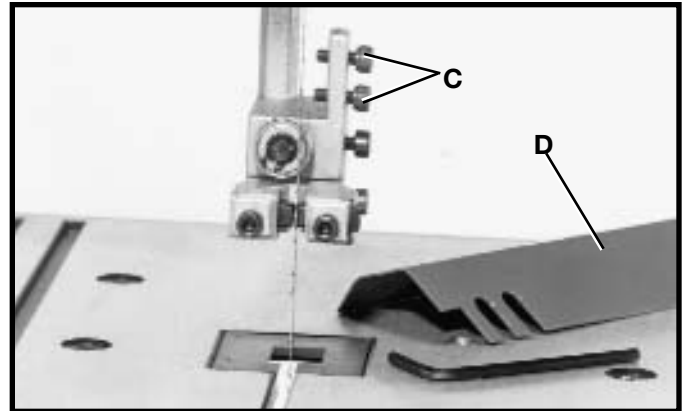

Fig. 35
2. Afloje los dos tornillos (C) Fig. 35 y quite el protector de hoja (D).